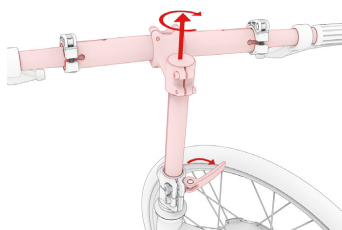

Abb. 2.8
- ⑦ Öffnen Sie den Schnellspanner an der Lenkerschaftklemmung, ziehen Sie den Lenker ganz nach oben und drehen Sie ihn um 90 Grad im Uhrzeigersinn (Abb. 2.8).